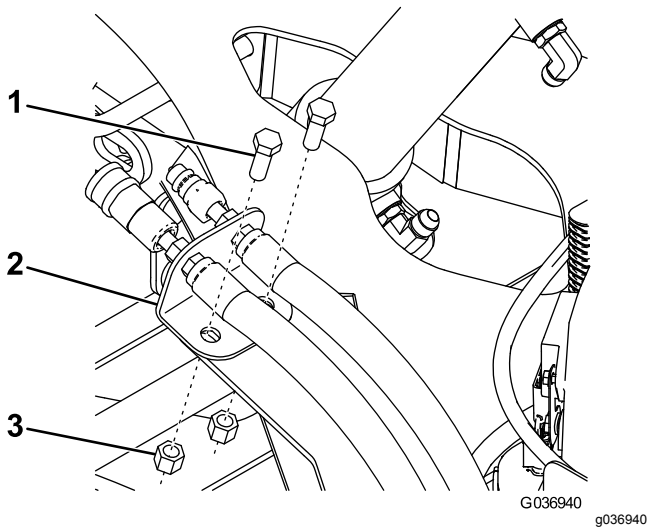

Bild 9
3. Befestigen Sie die Halterung der Anschlussstücke mit 2 Sechskantschrauben (3/8") und 2 Nylon-Sicherungsmuttern (3/8") am Trapezrahmen, wie in Bild 9 dargestellt, und ziehen Sie die Schrauben auf ein Drehmoment von 40 N·m fest.
4. Ziehen Sie die Anschlussstücke an, welche die Schnelltrennkupplungen in der Montagehalterung sichern (Bild 9).